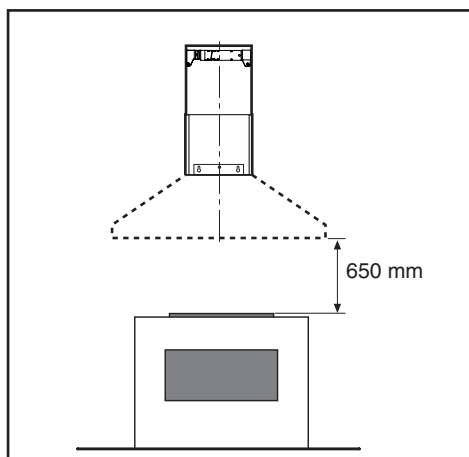
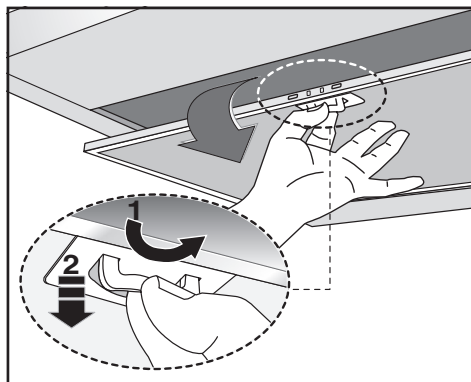

Fig.5
Fig.6
- La distanza minima fra la superficie di supporto dei recipienti di cottura sul dispositivo di cottura e la parte più bassa della cappa da cucina deve essere di almeno **65 cm** (Fig.5). Se dovesse essere usato un tubo di connessione composto di due o più parti, la parte superiore deve essere all'esterno di quella inferiore. Non collegare lo scarico della cappa ad un condotto in cui circoli aria calda o utilizzato per evacuare fumi degli apparecchi alimentati da un'energia diversa da quella elettrica. Prima di procedere alle operazioni di montaggio, per una più facile manovrabilità dell'apparecchio disinserire il filtro/i antigrasso (Fig.6).